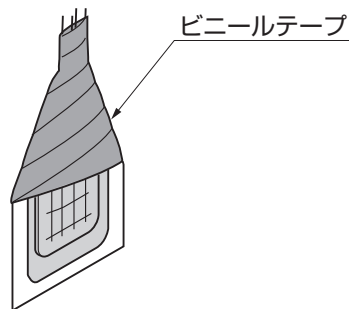

図4-5
- ⑥レジン袋の上端をビニールテープで巻いて樹脂が硬化するまで動かさないようにしてください。（図4-5参照）